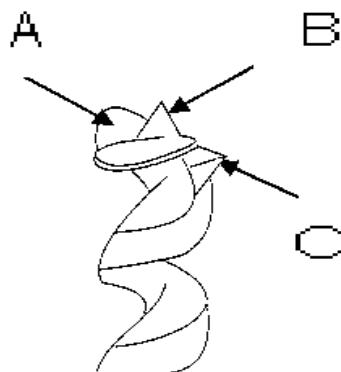

Рис. 16
Обработайте внутреннюю кромку ленточки сверла (A, Рис. 16), центрирующее острье (B) и режущую кромку, направляя надфиль внутрь к канавке сверла (C).